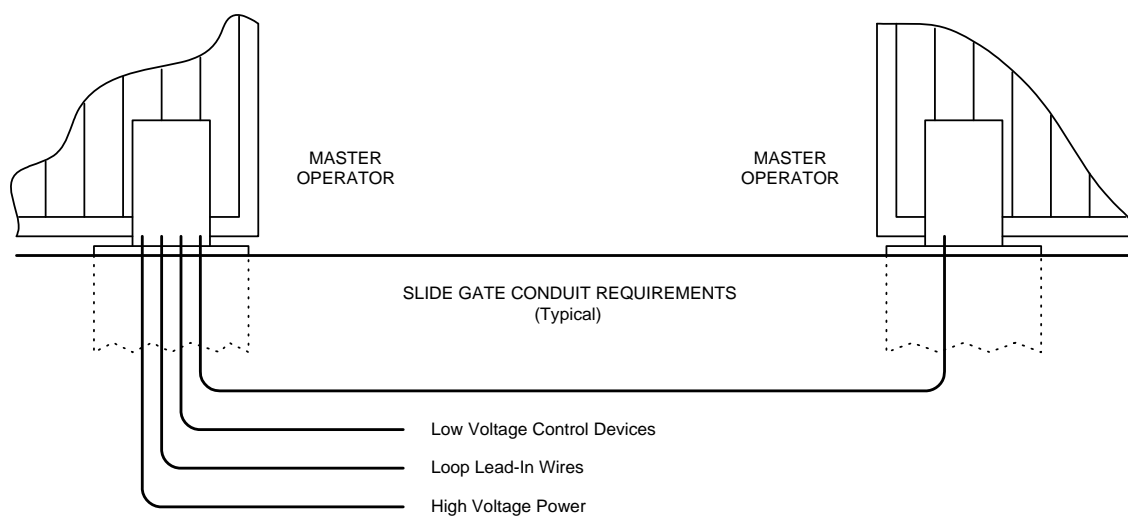

Figura 23
- Los requisitos del conducto mostrados en figura 23 son para instalación típica de operador de puerta corrediza (el operador esclavo (auxiliar) es mostrado para aplicaciones donde un operador esclavo puede ser usado). Los requisitos del conducto para su aplicación pueden variar según sus necesidades específicas.